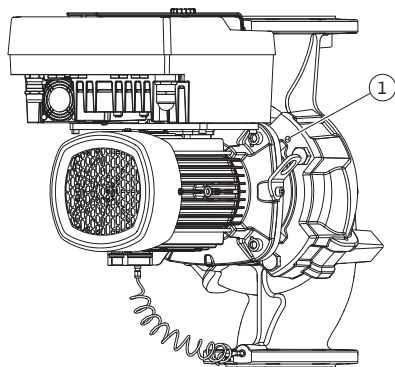

Fig. 11: Expulsión del juego de introducción mediante los taladros roscados (DN 100 ... DN 125)
- Suelte el juego de introducción (véase la Fig. 4) de la carcasa de la bomba. En función del modelo de bomba (véase Fig. I ... III), hay diferentes procedimientos. En el caso del modelo de bomba Fig. I (DN 32 ... DN 80), suelte los tornillos Pos. 29. Expulse el juego de introducción de la carcasa de la bomba. En el caso del modelo de bomba Fig. II y Fig. III (DN 100 ... DN 125), utilice para ello 2 taladros roscados (Fig. 11, Pos. 1). Para ello use los tornillos a cargo del propietario adecuados (p. ej., M10 x 25 mm).
5. Expulse el juego de introducción (véase la Fig. 4) de la carcasa de la bomba. Para ello, utilice los 2 taladros roscados (véase la Fig. 11). Para aflojar el asiento, enrosque tornillos M10 con la longitud adecuada en los taladros roscados.